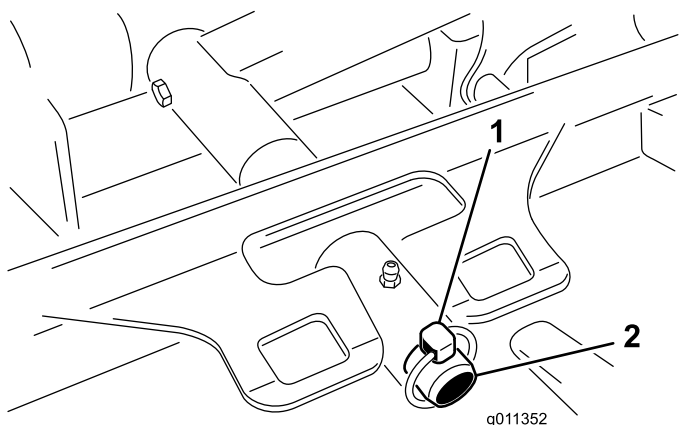

Figura 98
3. Retire el pasador de seguridad (para máquinas Groundsmaster 4500) o la tuerca de retención (para máquinas Groundsmaster 4700) que sujeta el bastidor de tiro de la carcasa a la barra de giro del brazo de elevación (Figura 98).
2. Deslice el bastidor de tiro de la carcasa sobre el pasador de giro del brazo de elevación (Figura 98). Sujete la carcasa al pasador con el pasador de seguridad (para máquinas Groundsmaster 4500) o la tuerca de retención (para máquinas Groundsmaster 4700).